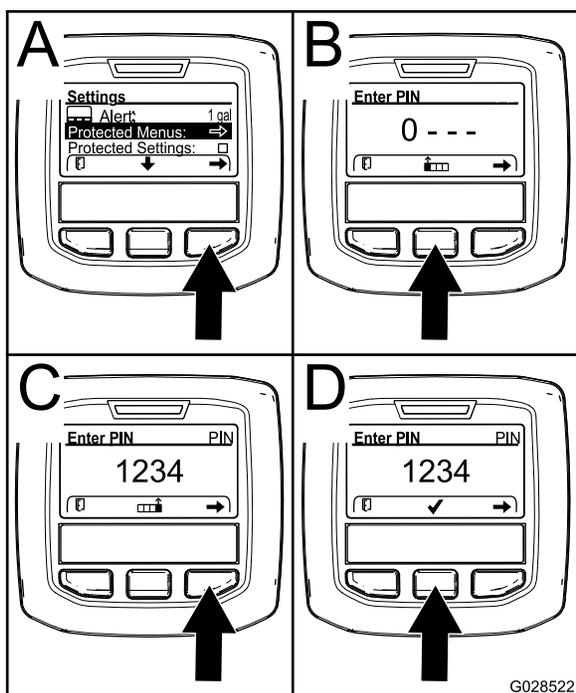

Рисунок 11
МЕНЮ) и нажмите правую кнопку (Рисунок 11А).
- Чтобы ввести ПИН-код, нажмите среднюю кнопку и удерживайте ее в нажатом положении до появления первой цифры, затем нажмите правую кнопку, чтобы перейти на следующую цифру (Рисунок 11В и Рисунок 11С). Повторяйте этот пункт до тех пор, пока не будет введена последняя цифра, затем нажмите правую кнопку еще раз.